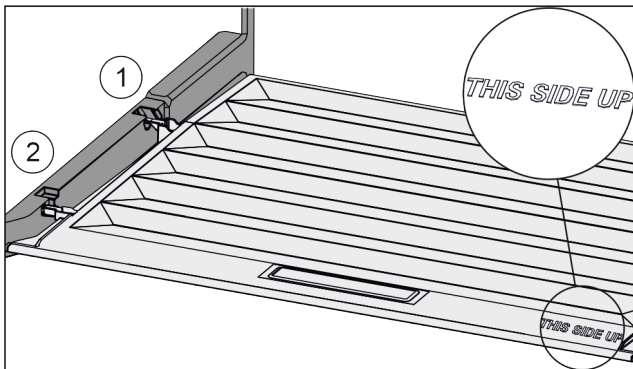

Fig. 135
- ▶ Пъхнете шийките на капака през отвора в задния държач Fig. 135 (1) и фиксирайте отпред в държача Fig. 135 (2).